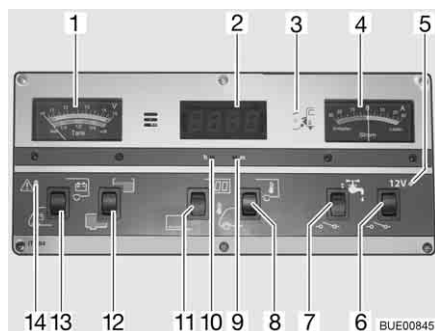

Bild 152 Panel IT 994
Med instrumentet V/tank (Bild 152,1) avläses den övre skalan. Instrumentets belysning tänds automatiskt när en knapp trycks in.
- Vippkontakten (Bild 152,13) trycks in nedtill: Startbatteriets spänning visas.
- Vippkontakten (Bild 152,13) trycks in upptill: Bodelsbatteriets spänning visas.
På instrumentet V/tank (Bild 152,1) avläses den undre skalan. Instrumentets belysning tänds automatiskt när en knapp trycks in.
- Vippkontakten (Bild 152,12) trycks in upptill: Vattenvolymen visas.
- Vippkontakten (Bild 152,12) trycks in nedtill: Avloppsvattenvolymen visas.
Den röda varningslampan ALARM (Bild 152,14) blinkar så snart spänningen i bodelsbatteri har sjunkit till under 11 V (mätning under pågående drift) och risk för djupurladdning föreligger.
- Vippkontakten (Bild 152,11) trycks in upptill: Visning av digitalur är inkopplad. Temperaturvisning är driftsklar.
- Vippkontakten (Bild 152,11) trycks in nedtill: Visning av digitalur och temperaturvisning är avstängda.
- Tryck i öppningen för timvisningen (Bild 152,10) med en spetsigt föremål, t. ex en pennspets, tills önskat timtal har nåtts.
- Tryck i öppningen för minutvisningen (Bild 152,9) med en spetsigt föremål, t. ex en pennspets, tills önskat minuttal har nåtts.
- Vippkontakten (Bild 152,8) trycks in upptill: Innetemperaturen visas.
- Vippkontakten (Bild 152,8) trycks in nedtill: Utetemperaturen visas.
På instrumentet ström (Bild 152,4) visas batteriströmmens flöde kontinuerligt. Instrumentets belysning tänds automatiskt när en knapp trycks in.
Med huvudbrytaren 12 V (Bild 152,6) kopplas panelen och bodelens 12 V-försörjning till eller från.
Slå på: ■ Vippkontakten (Bild 152,6) trycks in upptill: 12 V-försörjningen för bodelen är påslagen. Kontrollampan (Bild 152,5) lyser grönt.
Slå från: ■ Vippkontakten (Bild 152,6) trycks in nedtill: 12 V-försörjningen för bodelen är avstängd. Kontrollampan (Bild 152,5) slocknar.
Kontrollampen 12 V (Bild 152,5) lyser då huvudbrytaren 12 V (Bild 152,6) är inkopplad.
Den gula 230 V-kontrollampen (Bild 152,3) lyser när nätspänningen ligger på el-blockets ingång.